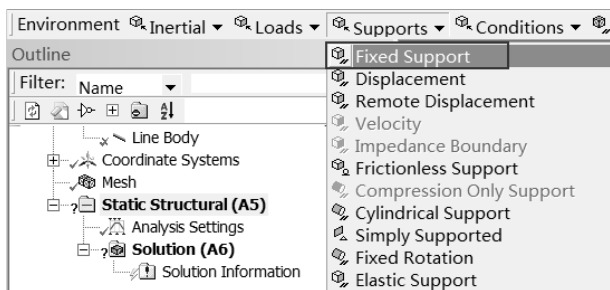

图 5-74 添加固定约束
Step2：选择 Environment 工具栏中的 Supports（约束） Fixed Support（固定约束）命令，如图 5-74 所示，此时在分析树中会出现 Fixed Support 选项。